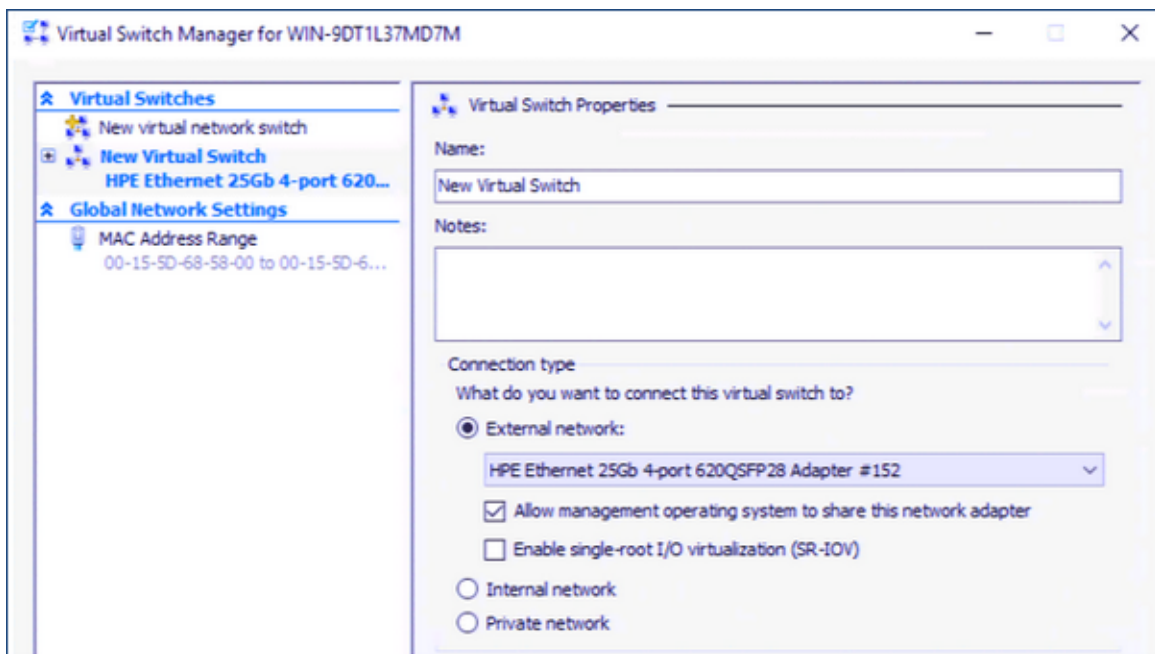

Figure 9-1. Activation de RDMA dans la NIC virtuelle hôte
2. Cliquez sur **Virtual Switch Manager** (Gestionnaire de commutateur virtuel) (voir la Figure 9-1).